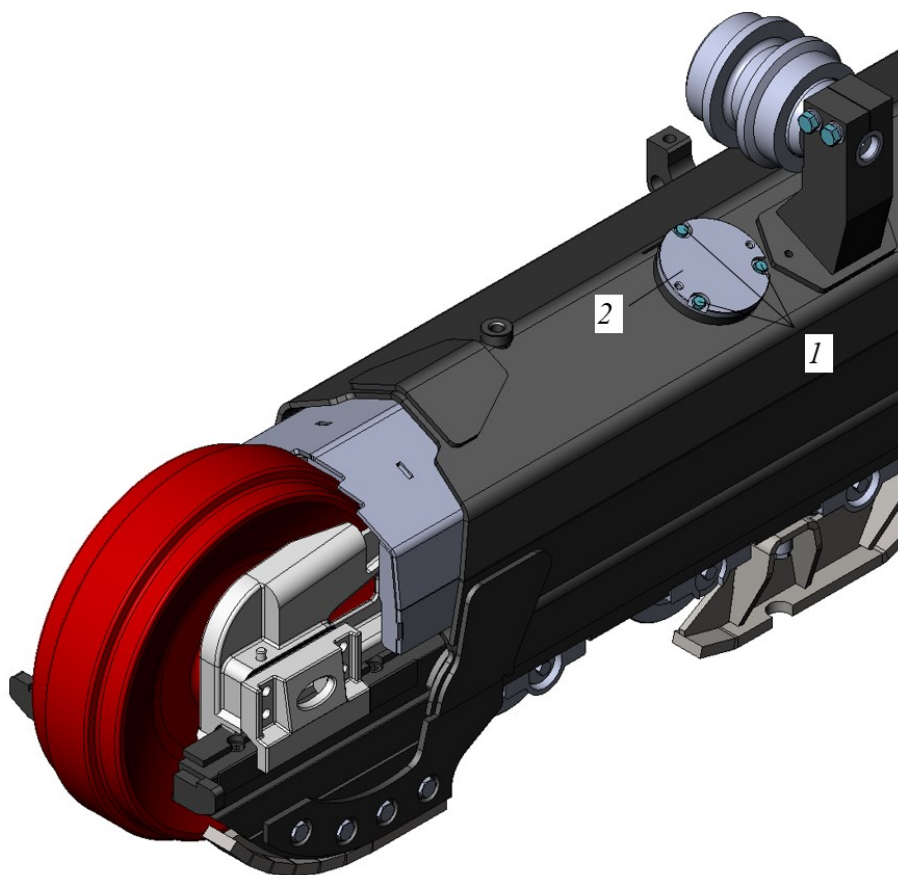

Рисунок 5.102. Демонтаж крышки на раме гусеничной тележки
- ▶ Очистить защитную крышку 1 и прилегающую к крышке область от загрязнений, рис. 5.102.
- ▶ Открутить три болта 1 крепления крышки, рис. 5.102.
- ▶ Установить защитную крышку 2, завернуть крепежные винты 1, рис. 5.102.